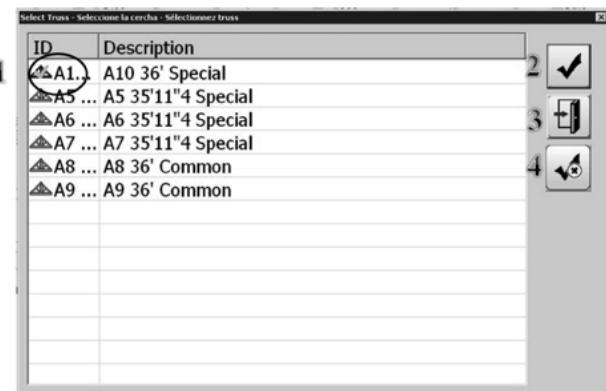

Figure 32
Une fois que le travail est chargé dans le Menu de sélection de travail, l'écran de sélection de treillis apparaît (Figure 32). Dans le menu des treillis, cliquer sur le nom du treillis qui doit être configuré sur la table et appuyer ensuite sur le bouton de vérification (2).
L'écran de sélection des treillis comprend les éléments suivants identifiés par les nombres sur la figure 32 :